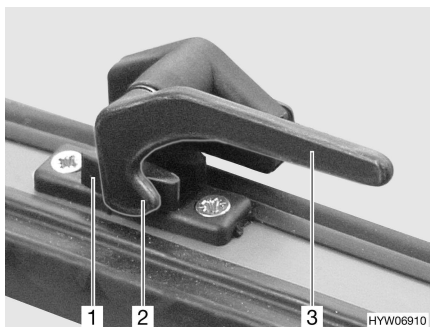

Bild 27 Låsarm i läget "stängd"
- Sväng låsarmen (Bild 27,3) ett kvarts varv mot fönstrets mitt.
- Sväng låsarmen (Bild 27,3) ett kvarts varv mot fönsterkarmen. Låsspaken (Bild 27,2) är placerad på insidan av fönsterlåset (Bild 27,1).
- I läget "helt stängt" (Bild 27)